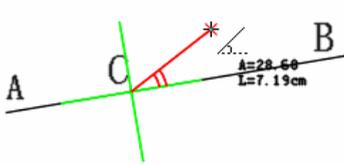

图 1
1) 如下图所示，点 C 是线 AB 上的一点。先单击线 AB，再单击点 C，此时出现两条相互垂直的参考线，按 Shift 键，两条参考线在图 1 与图 2 间切换：
2) 在上两图任一情况下，击右键切换角度起始边，下图是图 1 的切换图：